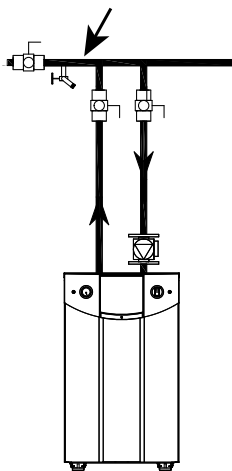

Figure 36. Emplacement du capteur système
1. Installer le capteur système à l'emplacement indiqué en Figure 36. Connecter le capteur système aux bornes système du contrôleur configuré comme étant le principal (généralement le contrôleur principal de la chaudière 1). Utiliser les bornes 3 et 4 sur TB6.